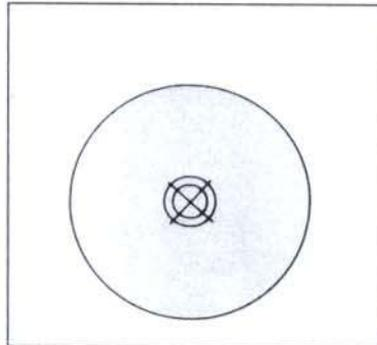

图 .35-2
3. 观察光学求（定）心器调整脚螺旋使 "X" 标志的中心与十字丝的标志中心重合。(图 35-2)